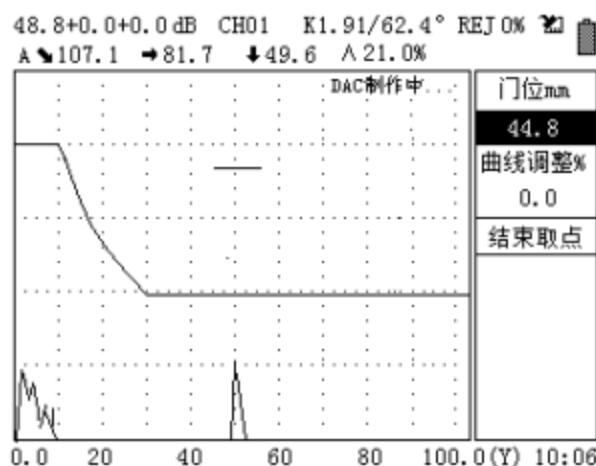

图 3-15
(3)、将探头放在 CSK-IIA-1 试块上，最后寻找 50mm 深 $\Phi 2$ 孔的反射波，左右平行移动探头，并伴随小角度的摆动，使 $\Phi 2$ 孔的最高回波出现在进波门内，在此过程中，仪器自动启用峰值记忆功能和回波包络功能，辅助找出 $\Phi 2$ 孔的最高波。若回波比较低，不易找到最高波，可以按  键，将回波调整到屏幕的 80%，从而快速找到最高回波。如图 3-15 所示